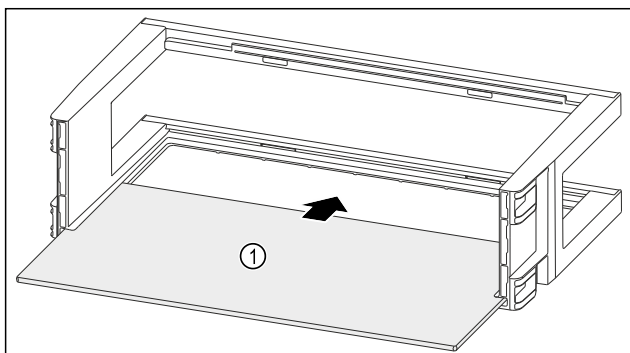

Fig. 111
- Посуньте полицю Fig. 111 (1) у бічні пази.